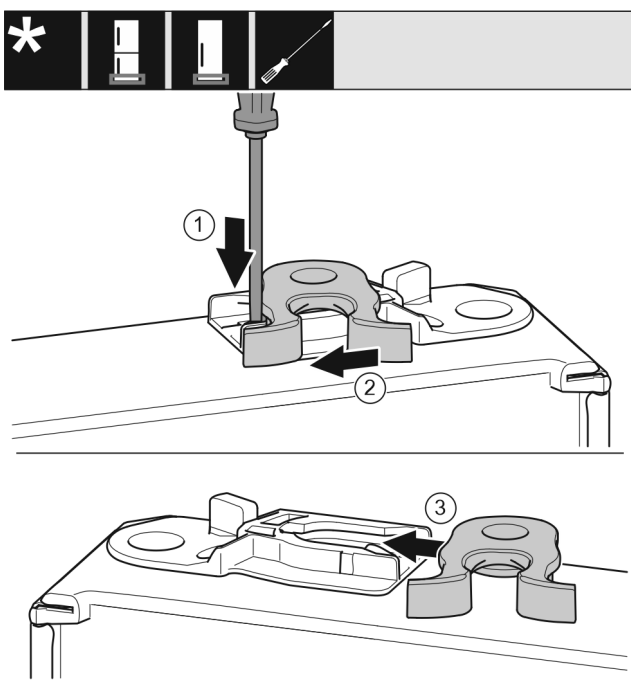

Fig. 16
- Il lato inferiore della porta è rivolto verso l'alto: ruotare la porta. Fig. 16 (1)
- Premere la linguetta verso il basso con un cacciavite a testa a intaglio. Fig. 16 (2)
- Estrarre il gancio di chiusura dalla guida. Fig. 16 (2)
- Spingere il gancio di chiusura sull'altro lato nella guida. Fig. 16 (3)